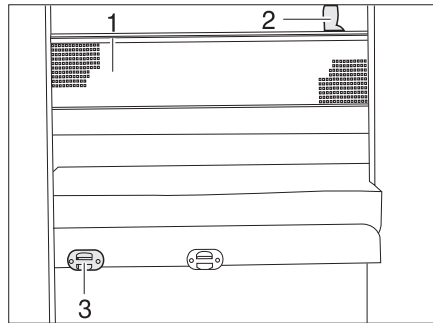

Bild 131 Sicherungsnetz
- Die Aufstiegsleiter mit den Holmen in die Halterung (Bild 131,3) an der Blende einhängen.
Das Sicherungsnetz (Bild 131,1) ist serienmäßig zwischen Matratze und Lattenrost verstaут. Das Sicherungsnetz erst aufspannen, wenn sich die Person bereits im Bett befindet.
- Die Haltebänder (Bild 131,2) in die Halterungen an der Decke einrasten.